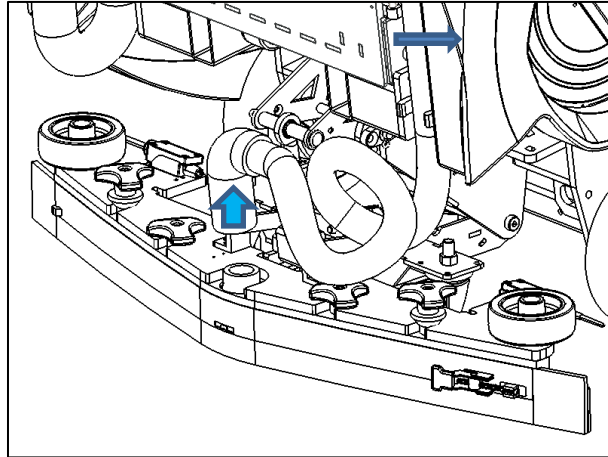

Fig. 1
2. tirez le tuyau (Fig.1), en gardant un chiffon à portée de main en cas de déversement d'eau sale.